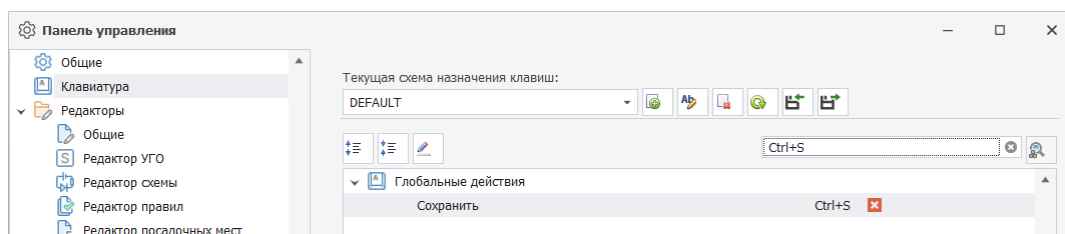

Рис. 42 Отображение результата поиска по сочетанию клавиш
2. Кликните по полю поиска и нажмите на клавиатуре клавишу (или комбинацию клавиш), Рис. 42.